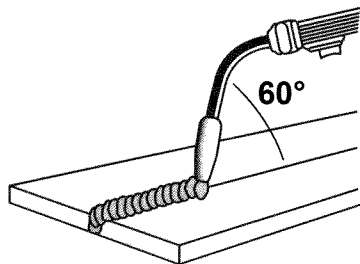

Figura 14. Posición horizontal
1. La POSICIÓN PLANA (Figura 14) es la más fácil y la que se usa más comúnmente. Es mejor soldar en esta posición siempre que sea posible, ya que es más fácil obtener buenos resultados.